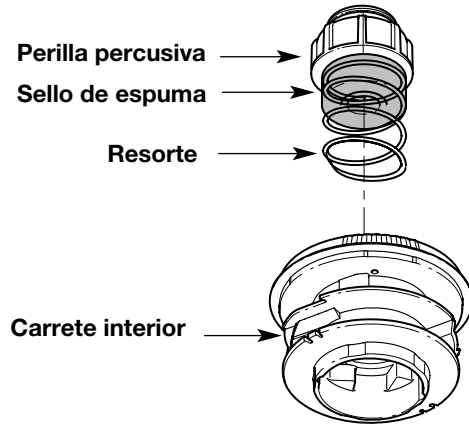

Fig. 14
1. Saque la perilla percusiva, el resorte y el sello de espuma girando la perilla percusiva en sentido antihorario (Fig. 14).
7. Coloque la perilla percusiva, el resorte y el sello de espuma en la bobina exterior (Fig. 14).